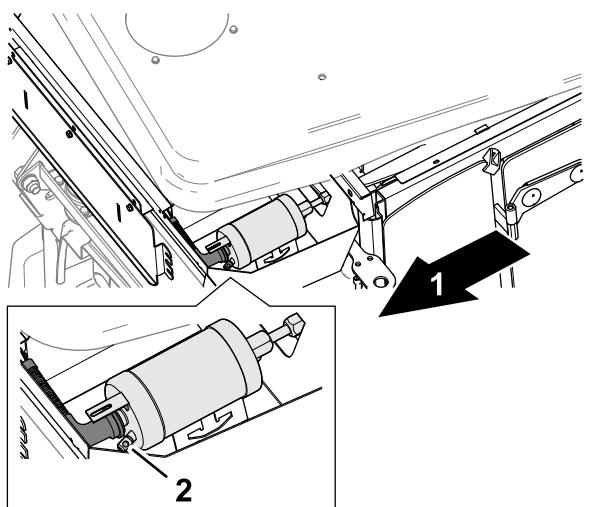

Figure 33
- 4. Déplacez le pavillon de manière à pouvoir accéder au réservoir filtre déshydrateur (Figure 33).
- 5. Sur le pavillon, observez le regard de niveau de frigorigène du réservoir filtre déshydrateur (Figure 33). Si vous observez plus que de rares bulles par le regard, faites réviser la machine par votre distributeur Toro agréé.